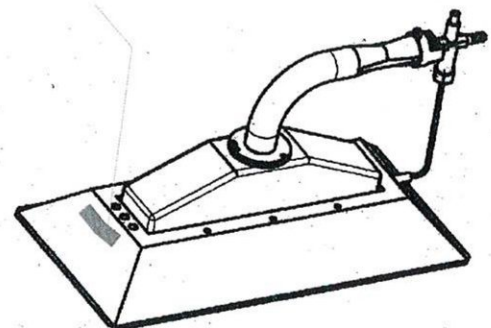

Abb. 1
- Stellen Sie sicher, dass die Abgasöffnungen (Abb. 1) mindestens 50 cm von der Decke entfernt sind, wenn diese aus brennbarem Material besteht.